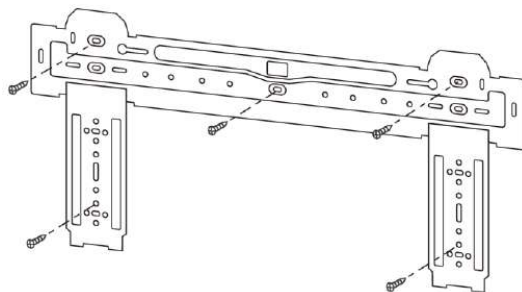

Рисунок 3
3. Убедитесь, что продольная часть закреплена горизонтально, а короткие части вертикально (см. рис. 3)